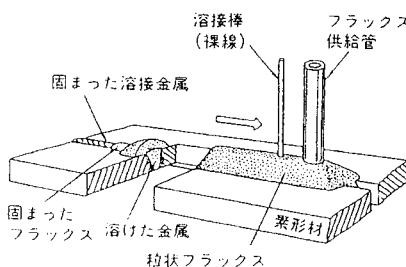

図2 溶接概要図
①図2は問4文中の(a)溶接を示している。この溶接法の原理および長所を述べよ。